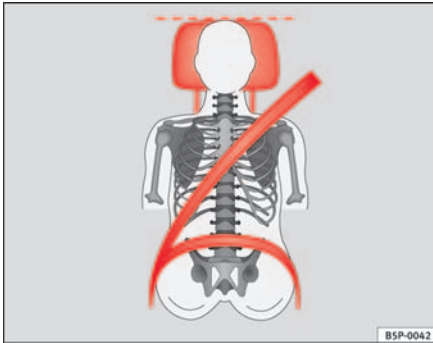

Abb. 13 Richtiger Gurtbandverlauf und richtige Kopfstützeinstellung von vorne betrachtet
- Der Schultergurtteil des Sicherheitsgurtes muss über die Schultermitte und niemals über den Hals verlaufen. Der Sicherheitsgurt muss flach und fest am Oberkörper anliegen ⇒ Abb. 13.